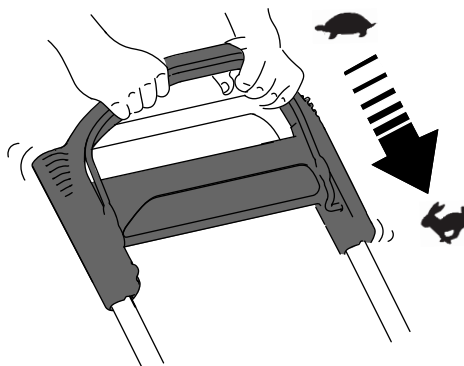

Figur 10
2. Sett inn elektrisk start-knappen i den elektriske startbryteren (A i Figur 10).
3. Klem inn knivkontrollbøylen og hold den mot håndtaket (B i Figur 10).
4. Trykk på elektrisk start-knappen, og hold den nede til motoren starter (C i Figur 10).